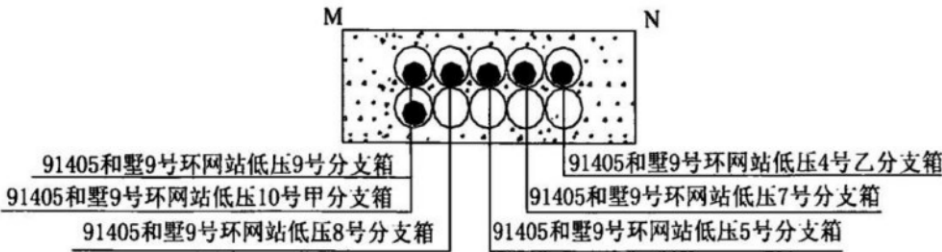
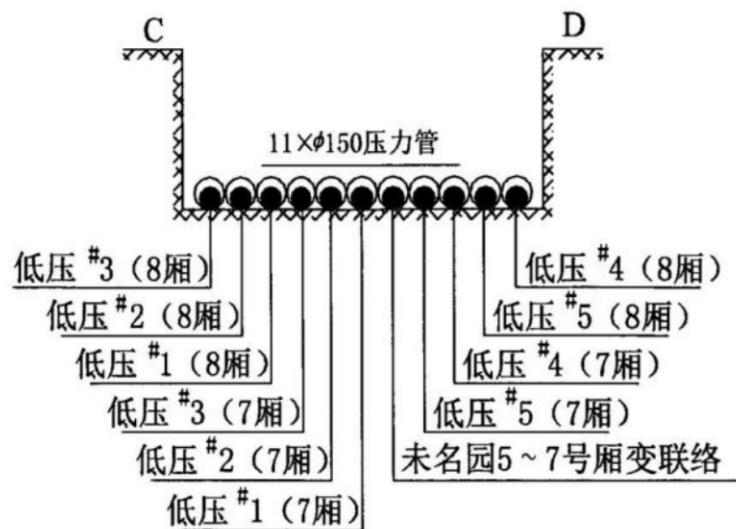

图 5 多孔电缆排管断面图
图 6 过路管断面图
4.2.7 多孔电缆排管、过路管应按照图 5、图 6 方法绘制断面图,截面图绘制要准确、合理、美观。